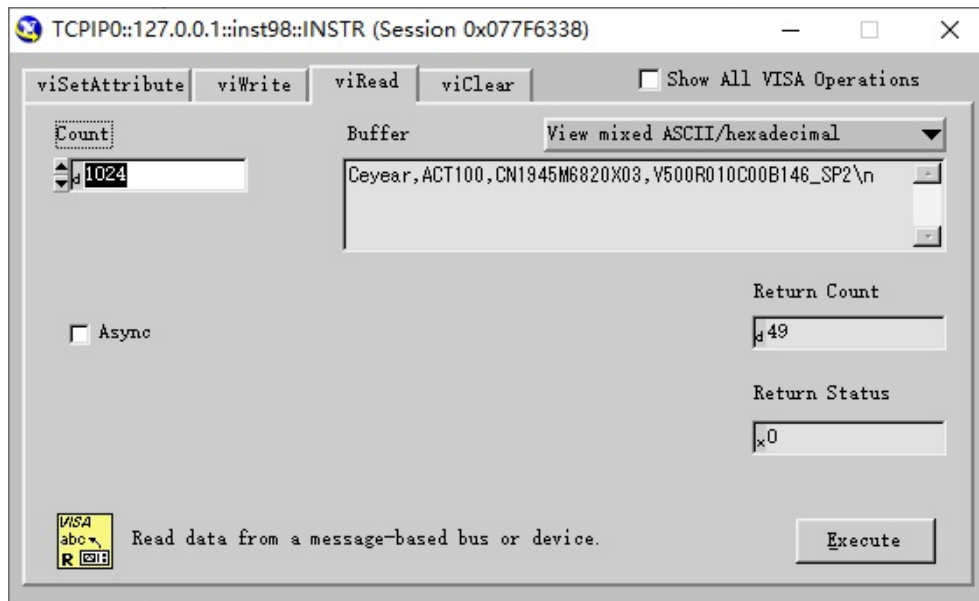

图 7.10 接收执行指令
8. 点击 viRead 属性页，再点击右下角的“Execute”，执行指令，此时可以获取上一条命令返回的内容，如图 7.10 所示。